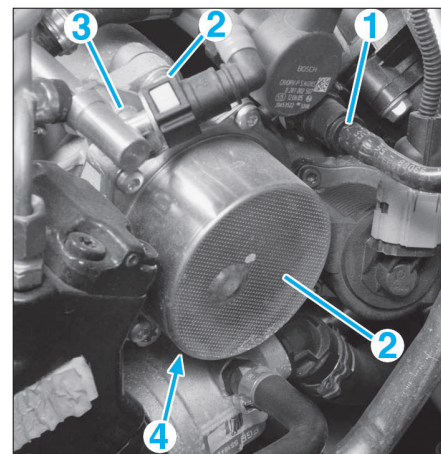

FIG. 15
- Débrancher la canalisation (1) de dépression de la pompe à vide (2) (Fig.15).
- Déposer la patte du support des canalisations (3).
- Dévisser les vis de fixation (4) puis déposer la pompe.